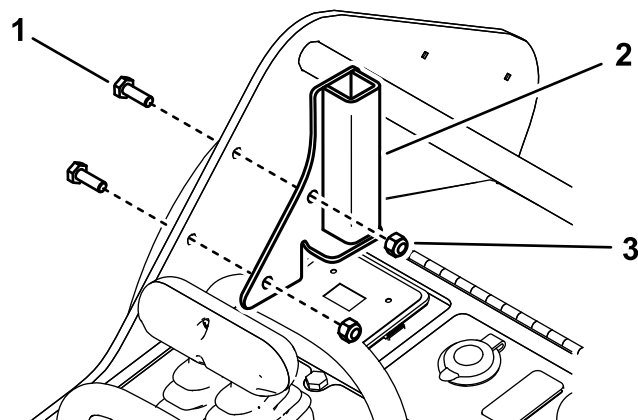

Bild 7
3. Befestigen Sie den linken Scheibenbügel mit zwei Schrauben (1/4" x 3/4") und zwei Sicherungsmuttern (1/4") am linken Rahmen, wie in **Bild 7** abgebildet.
4. Befestigen Sie den rechten Scheibenbügel mit zwei Schrauben (1/4" x 3/4") und zwei Sicherungsmuttern (1/4") am rechten Rahmen, wie in **Bild 7** abgebildet.